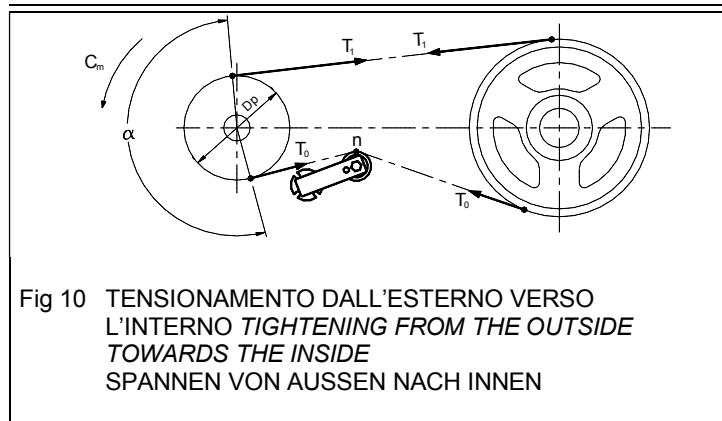
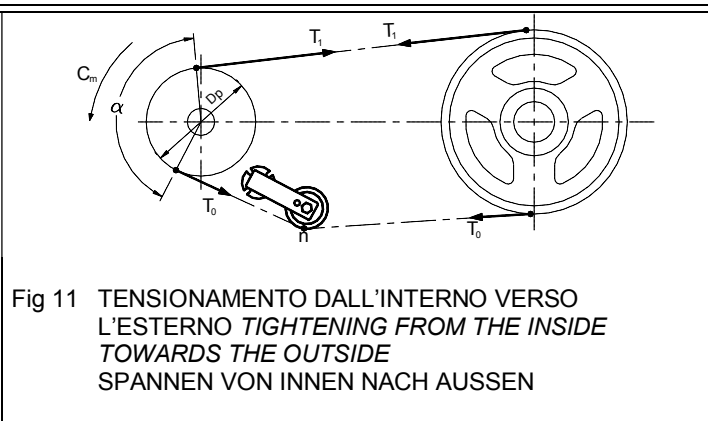

Fig 10 TENSIONAMENTO DALL'ESTERNO VERSO L'INTERNO TIGHTENING FROM THE OUTSIDE TOWARDS THE INSIDE SPANNEN VON AUSSEN NACH INNEN
Fig 11 TENSIONAMENTO DALL'INTERNO VERSO L'ESTERNO TIGHTENING FROM THE INSIDE TOWARDS THE OUTSIDE SPANNEN VON INNEN NACH AUSSEN
(I) La trasmissione a cinghia non assicura una perfetta costanza del rapporto di trasmissione a causa di inevitabili errori dello sviluppo della lunghezza della cinghia e per la presenza di slittamenti tra cinghia e puleggia dovuti ai seguenti fattori: piccolo angolo di avvolgimento α , basso coefficiente d'attrito tra le superfici di contatto per la possibile presenza di olio, grasso, snervamento della cinghia determinato dall'usura e dall'invecchiamento della stessa e basso pretensionamento della cinghia. Per eliminare gli slittamenti, quindi diventa necessario l'utilizzo di un tenditore automatico, poiché consente di recuperare gli allungamenti e di assorbire le vibrazioni provocando un nodo "n" in un punto conveniente della traiettoria della cinghia, e di aumentare l'angolo di avvolgimento α , se il tendicinghia viene collocato con azionamento dall'esterno verso l'interno. Consigliamo di montare il tendicinghia all'esterno della trasmissione fig 10, ma si può posizionare anche all'interno fig 11. I rulli in acciaio o plastica sono idonei solo per andare in contatto con il dorso della cinghia. Quando il tensionamento viene eseguito, invece, dall'interno verso l'esterno, con cinghie trapezoidali e dentate, si deve utilizzare una puleggia che ricalchi la sagoma della cinghia.
To avoid micro-sliding, the use of an automatic tightener becomes a must and a way to recover any lengthening as well as vibrations with an "n" knot in a convenient position along the belt path if the belt tightener is positioned with operation from the outside towards the inside. We advise fitting the belt tightener on the outside of the transmission, fig. 10, but it may also be positioned on the inside, fig. 11. Steel or plastic rollers are suitable only for coming in contact with the back of the belt. Instead, when tightening is performed from the inside towards the outside, with V-belts and cogged belts, a pulley which reproduces the outline of the belt must be used.
(D) Der Riemenantrieb garantiert nicht für ein perfekt konstantes Antriebsverhältnis, da auf der Länge vom Riemen unvermeidlich Fehler auftreten und da zwischen Riemen und Riemenscheibe Schlupf auftritt. Verantwortlich für den Schlupf ist ein kleiner Aufwicklungswinkel α , ein geringer Reibungskoeffizient zwischen den Kontaktflächen durch Vorhandensein von Öl oder Fett, das Ausleien vom Riemen durch Verschleiss oder Alterung des Riemens und eine niedrige Vorspannung vom Riemen. Um den Mikroschlupf zu beseitigen, ist ein automatischer Riemenspanner notwendig, da sich mit diesem die Riemendehnung ausgleichen lässt. Gleichzeitig absorbiert der automatische Riemenspanner die Schwingungen, indem er einen Knoten "n" an einer geeigneten Stelle vom Riemenverlauf erzeugt, und erhöht den Wicklungswinkel α bei Positionierung der Riemenspanner mit dem Antrieb von aussen nach innen. Der Riemenspanner sollte außen am Antrieb montiert werden (Abb. 10), er kann aber auch innen im Antrieb positioniert werden (Abb. 11). Die Rollen aus Stahl oder Kunststoff eignen sich nur für den Kontakt mit der Riemenoberseite. Wenn der Riemen dagegen von innen nach außen gespannt wird, ist bei Keil- und Zahnriemen eine Riemenscheibe erforderlich, welche sich an die Form vom Riemen anpasst.